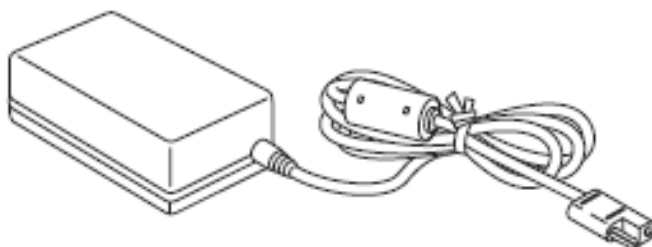

Рисунок 1-10. Блок питания
**Блок питания** (p/n 22-034101-01) заряжает внутренние батареи при подсоединении к заземленной розетке (см. рис. 1-10). Это устройство преобразует переменный ток сети электропитания в постоянный ток, используемый для зарядки батарей и питания приемника.